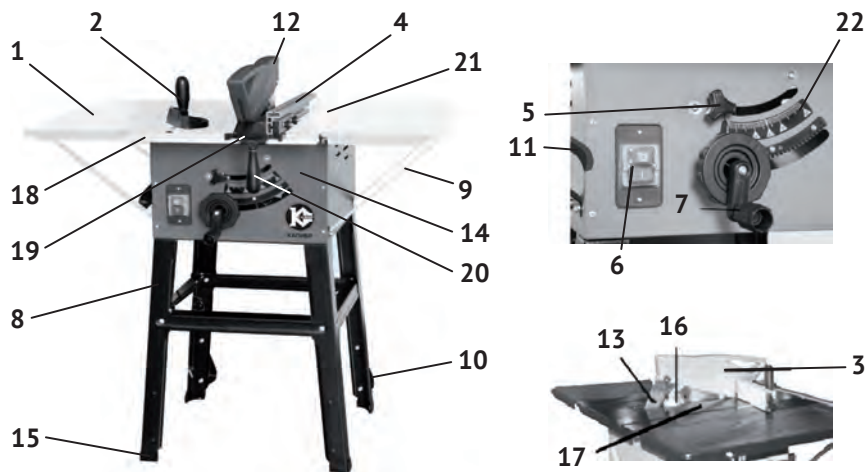
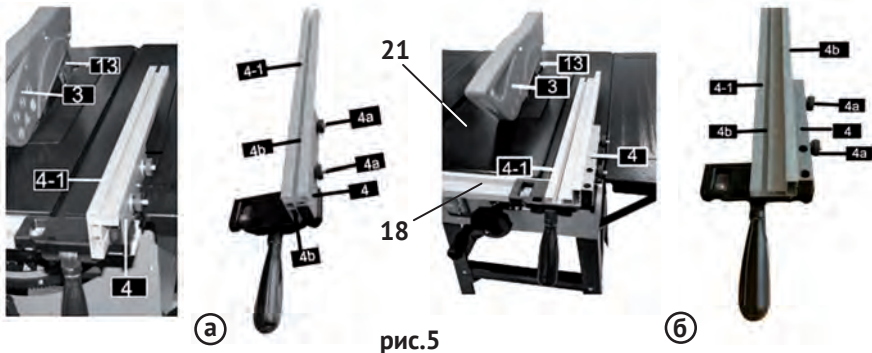
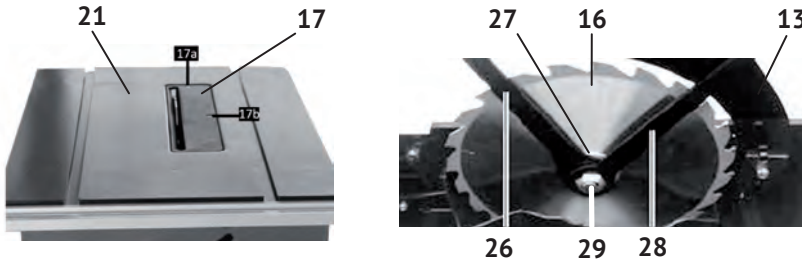

рис.1
рис.5
рис.7
1.6 Общий вид и элементы пилы представлены на рис.1
1.7 Основные элементы пилы (двигатель с редуктором, перемещаемая плита крепления двигателя, механизмы наклона и подъёма диска, нижний защитный кожух) размещены в металлическом корпусе (рис.1 поз.14).
На верхнем защитном кожухе (рис.1 поз.3) нанесена стрелка, указывающая направление вращения диска.
1.8 Для установки распиливаемой заготовки в нужном положении, на планке (рис.1 поз.18) нанесена метрическая шкала, для установки планки параллельного упора на нужном расстоянии от пильного диска.
Заготовка размещается на рабочем столе (рис.1 поз.21) в нужном положении.
нии с помощью параллельного (рис.1 поз.8) или, установленного в паз рабочего стола, углового упора (рис.1 поз.2). Распиливаемая заготовка подаётся оператором по рабочему столу к пильному диску вручную.
1.9 Выключатель – магнитный пускатель (рис.1 поз.6) расположен на корпусе пилы. Он имеет две кнопки: зелёная с символом «I» - включение двигателя и красная с символом «0» - выключение двигателя (МЭК 60417).
Установка параллельного упора (рис.1 поз.4) возможна с любой стороны от отрезного круга. Пластина упора (4-1) имеет высокий и низкий плоские бортики, для обработки заготовок разной толщины. На рис.5а пластина установлена высоким бортиком к диску, для обработки заготовок толщиной более 25 мм. На рис.5б пластина установлена низким бортиком к диску, для обработки заготовок толщиной до 25 мм. Изменение положения параллельного упора на рабочем столе (рис.5 поз.21) осуществляется передвижением суппорта передвижного блока (рис.5 поз.4с) по планке со шкалой (рис.5 поз.18).
- приложить пластину (рис.5 поз.4-1) к планке (рис.5 поз.4) в зависимости от толщины заготовки: широкой – рис.5а или узкой – рис.5б опорной плоскостью к заготовке;
- совместить крепёжные отверстия соответствующего ребра (рис.5 поз.4б) пластины упора и планки (рис.5 поз.4) передвигного блока;
- вставить крепёжные болты и зафиксировать гайками (рис.5 поз.4а).
- расфиксировать передвигной блок, подняв вверх рукоятку (рис.5 поз.20);
- сдвинуть суппорт (рис.5 поз.4с) передвигного блока по планке (рис.5 поз.18) на нужное расстояние;
- при необходимости в дальнейшем отпиливания заготовок такой же ширины, записать цифру шкалы планки (рис.5 поз.18) в окне контроля (рис.5 поз.19);
- зафиксировать выбранное положение опустив вниз быстрозажимную рукоятку (рис.5 поз.20) передвигного блока.
2.1.6 Установка пильного диска. Для установки (замены) диска (см. рис.7):
- снять с расклинивающего ножа (рис.7 поз.13) верхний защитный кожух;
- открутив винты крепления (рис.7 поз.17а и 17б), демонтировать вставку стола (рис.7 поз.17);
- вращением (против часовой стрелки) рукоятки (рис.1 поз.7), поднять пильный диск (рис.7 поз.16) на максимальную высоту, для удобства его монтажа/демонтажа;
- зафиксировав ключом (рис.7 поз.23) шпиндель, открутить ключом (рис.7 поз.25) зажимной болт (рис.7 поз.26);
- снять (при замене) со шпинделя прижимной фланец (рис.7 поз.24) и пильный диск;
- очистить опорный и прижимной фланцы, вставку стола и пазы рабочего стола (рис.7 поз.21) крепления вставки;